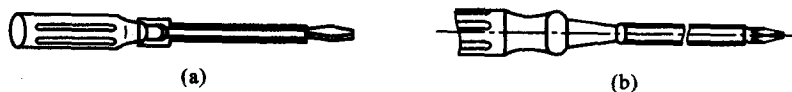

图 1-8 螺丝刀
① 功能:它是一种紧固或拆卸螺钉的工具。
② 分类:按头部形状不同可分为一字形和十字形两种,如图 1-8 所示,一字形螺丝刀常用的规格有 50、100、150、200 mm 等规格。电工必备的是 50 mm 和 150 mm 两种;十字形螺丝刀常用的规格有四个,Ⅰ号适用于螺钉直径为 2~2.5 mm,Ⅱ号为 3~5 mm,Ⅲ号为 6~8 mm,Ⅳ号为 10~12 mm。按握柄材料不同又可分为木柄和塑料柄两种。